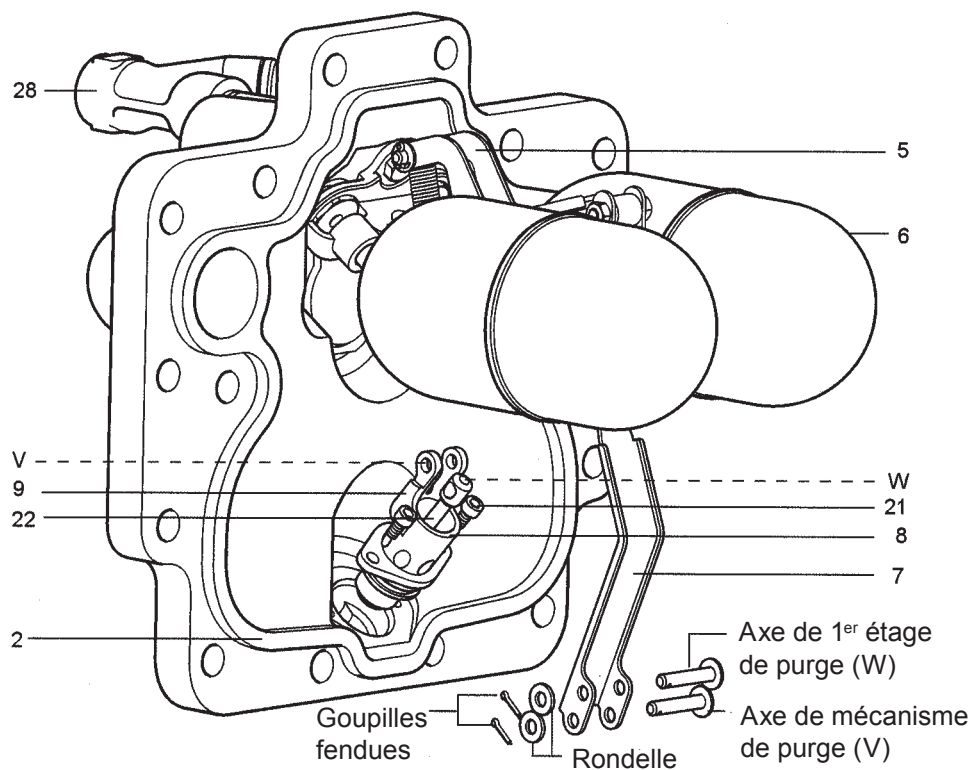

Fig. 22 APT14
4. Retirer la goupille fendue, la rondelle et l'axe (V) (voir fig. 22).
5. Retirer la goupille fendue, la rondelle et l'axe du 1er étage de purge (W).
17. Reconnecter la ligne d'alimentation vapeur motrice et la ligne d'échappement respectivement sur les orifices repérés (S) et (E). L'APT 14, l'APT14HC ou l'APT14SHC est maintenant prêt pour une remise en service.
18. S'assurer que le filtre d'alimentation motrice Spirax Sarco (avec une mesh 100) est bien raccordé à l'alimentation motrice (Rep. 28, Figure 22).